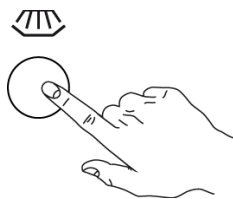

Abb. 33
- 3- Drücken Sie den KNOPF "H" -kontinuierlicher manueller Waschgang-, um den kontinuierlichen Zyklus zu starten. (Abb. 33)